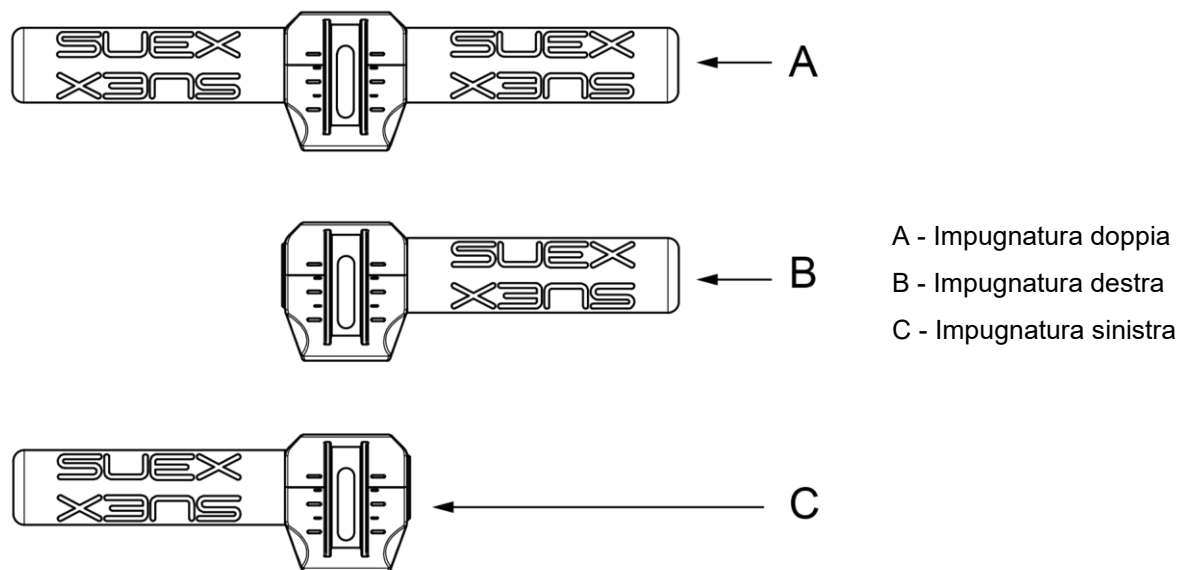

Fig 5 - Impugnature regolabili
In alternativa all'impugnatura doppia, l'utente ha a disposizione la possibilità di montare l'impugnatura singola DESTRA (B - Fig 5 - a pag. 9) oppure quella SINISTRA (C) (fornite a corredo), in base alle proprie esigenze operative.